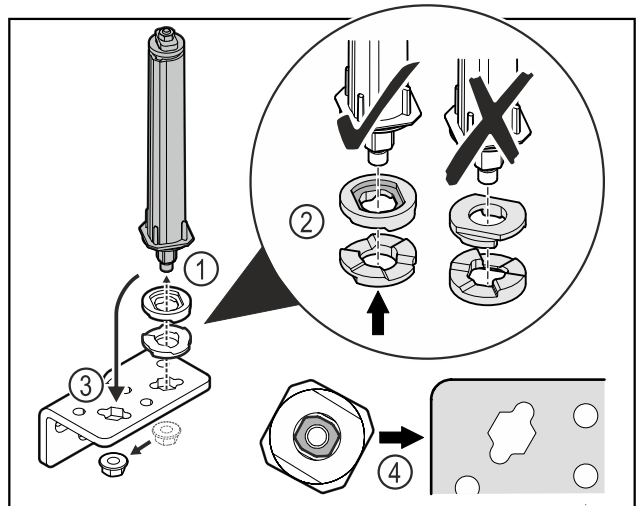

Fig. 52
- ▶ Moer losdraaien en deursluitstelsysteem verwijderen Fig. 52 (1).
- ▶ De correcte uitlijning van de hoogte-instelschijven in acht nemen Fig. 52 (2).
- ▶ Deursluitstelsysteem in de scharnierhoek verplaatsen en met de moer vastzetten Fig. 52 (3).
- ▶ Bij het plaatsen de correcte uitlijning van het deursluitstelsysteem in acht nemen Fig. 52 (4).